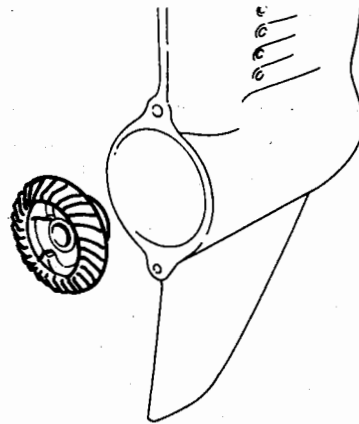

Fig.10.11
4. Remove the bevel gear A. (Fig.10.11)